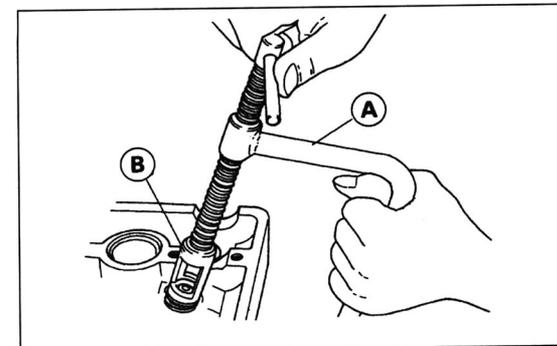

Bild 181
- Ventile mit Ventildfederhalter ausbauen (Bild 181). Ventildfedern nur soweit zusammendrücken, bis Ventileile mit Pinzette oder Magnetheber entfernt werden können oder herausfallen. Teile nicht mischen und so aufbewahren, dass sie in ursprünglicher Einbaulage wieder montiert werden können!